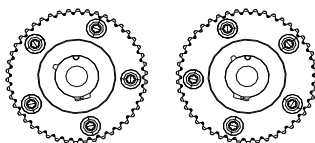

Рис. 9-14
7. Механизмы поворота распределительных валов (рис. 9-14)